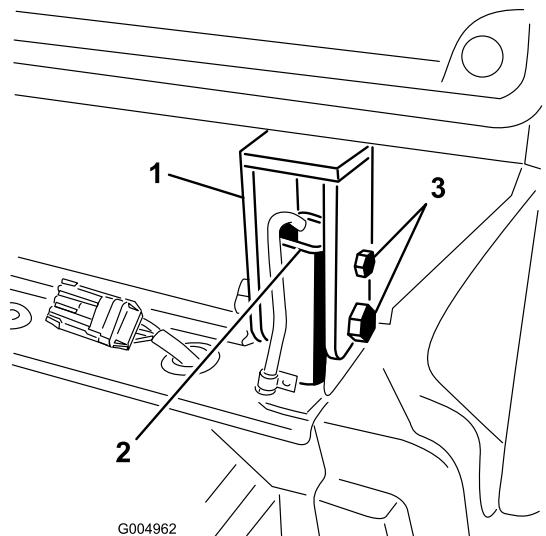

Figura 43
12. Apriete los pernos y las tuercas que sujetan los montajes traseros de la cabina a los postes del ROPS (Figura 43). Ajuste el gato si los pernos se trapan y son difíciles de retirar.